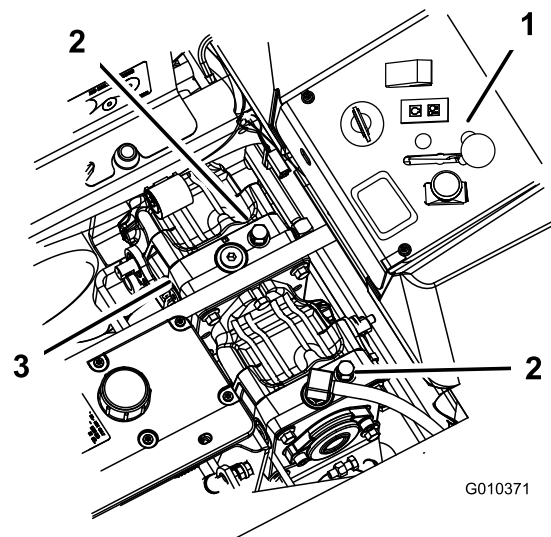

Figura 38
3. Rode as válvulas de derivação no sentido contrário aos ponteiros do relógio 1 volta para empurrar (Figura 38).
Rode as válvulas de derivação no sentido dos ponteiros do relógio 1 volta para operar a máquina (Figura 38).